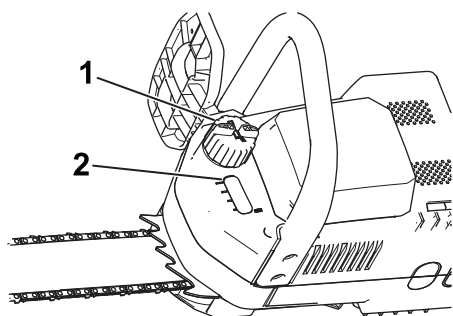

Figura 1
2. Limpie la zona alrededor del tapón de aceite (Figura 1).
3. Retire el tapón y vierta aceite en la motosierra hasta que el aceite llene la mirilla (Figura 1).